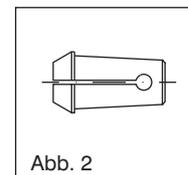
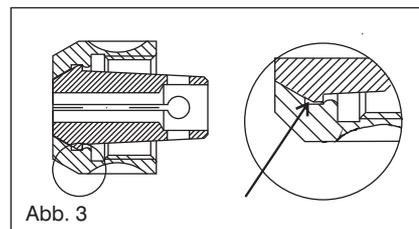

Abb. 2
Abb. 3
2. Drücken Sie die Spannzange (Abb. 2) so in die Spannmutter (Abb. 3), dass die Nase (Pfeil) der Spannzange in die Spannmutter einrastet.